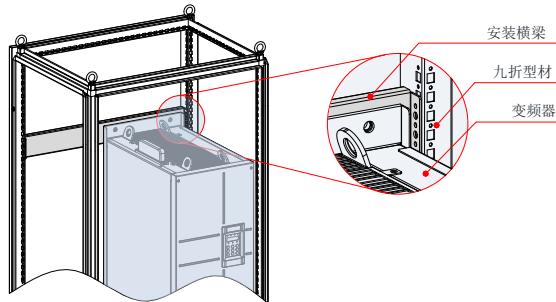

图 3-16 200kW~400kW 机柜 3D 示意图
- 2、CS710-4T200G~CS710-4T400G 装入九折型材 600mm 深机柜时，安装横梁必须向内弯折（如图 3-16 所示），借用立柱的空间（在装 800mm 深或以上标准机柜时，无此限制）。